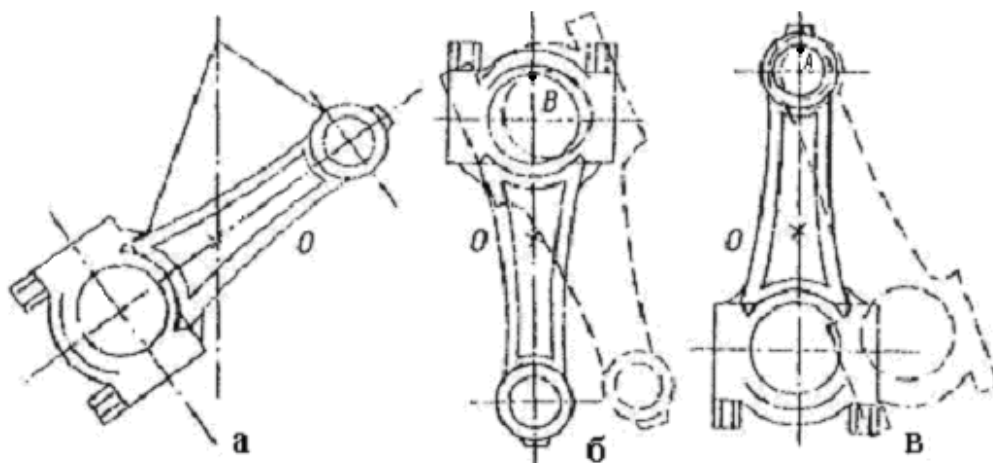

Рис. 1
2. Отметить на шатуне центр тяжести  $O$ . Для этого шатун подвесить на крючках так, как показано на рис. 1 а. Положение центра тяжести определится как точка пересечения отвесной линии с осью симметрии шатуна.
3. Подвесить шатун так, как показано на рис. 1 б (ось вращения шатуна проходит через точку В) и, определив время десяти колебаний, найти период колебания шатуна  $T_B$  относительно оси, проходящей через точку В (шатун отклоняется от положения равновесия на  $3-5^\circ$ ) ( $T_B = \frac{t}{10}$ ).
5. Вычислить момент инерции шатуна относительно оси, проходящей через точку В ( $J_B$ ) по формуле (2).
6. Подвесить шатун так, как это показано на рис. 1 в (ось вращения шатуна проходит через точку А), и аналогично описанному выше определить период колебаний шатуна ( $T_A$ ), расстояние  $r_{AO} = AO$  и вычислить момент инерции шатуна относительно оси, проходящей через точку А ( $J_A$ ).